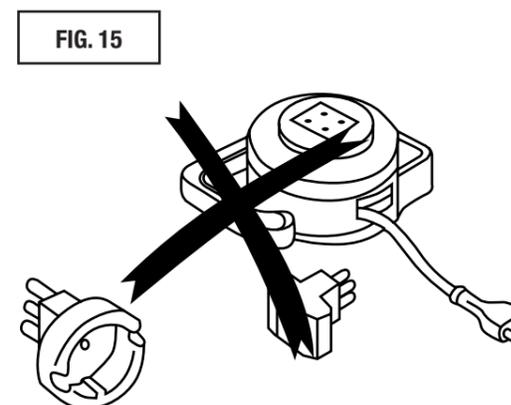

FIG. 15
- NON utilizzare prese multiple, prolunghe o adattatori non conformi (Fig. 15).